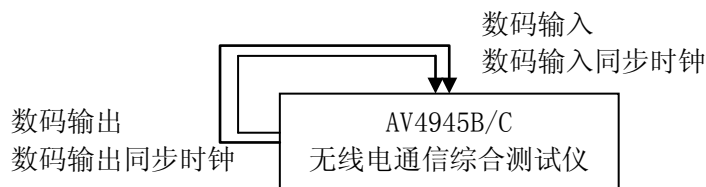

图 6-17 数字序列发生与误码分析特性测试
- 1) 如图 6-17 连接 AV4945B/C 后面板的数码输出与数码输入、数码输出同步时钟与数码输入同步时钟;